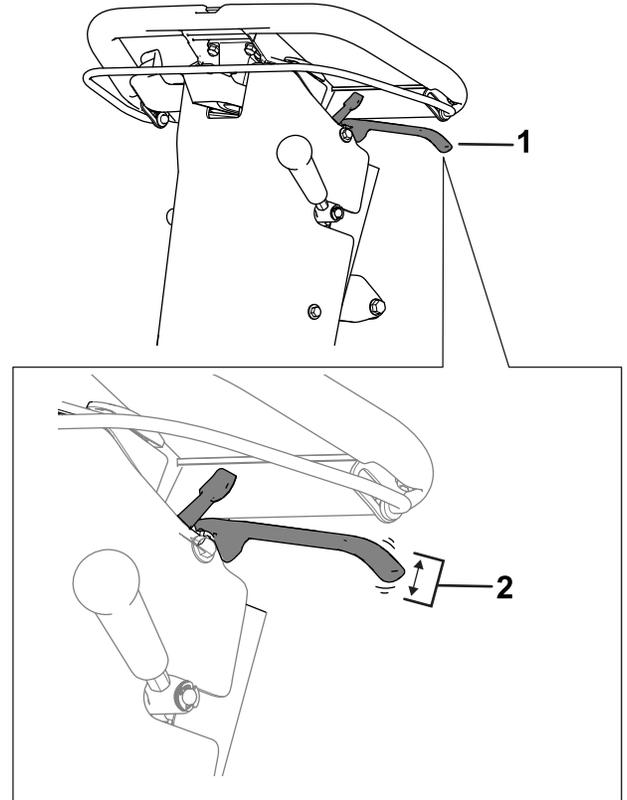

Figure 36
2. Mesurez le jeu libre à l'extrémité du levier de frein de stationnement (Figure 36).